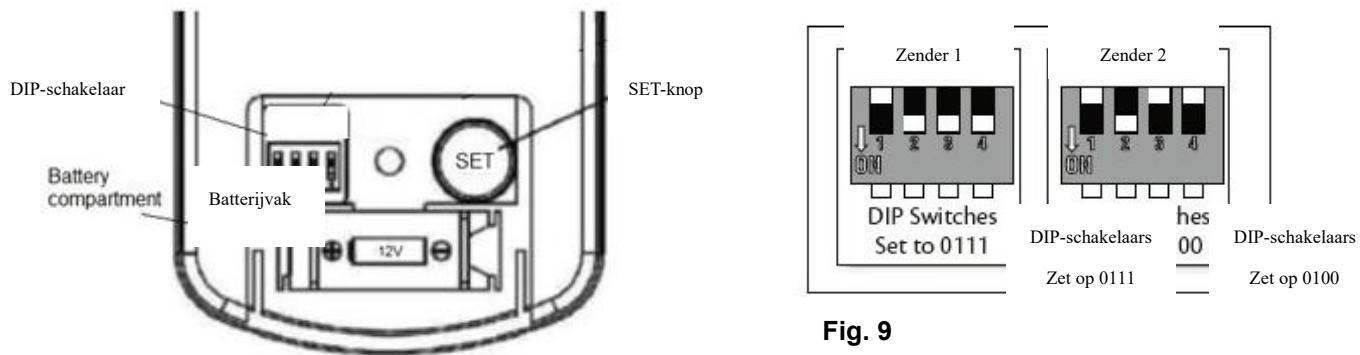

Fig. 9
- Schuif het deksel van het batterijvak van de zender om toegang te krijgen tot de DIP-schakelaars. Dit is nu zender 1. Fig.9
- Schuif het deksel van het batterijvak van de zender om toegang te krijgen tot de DIP-schakelaars. Dit is nu zender 2. Fig.9